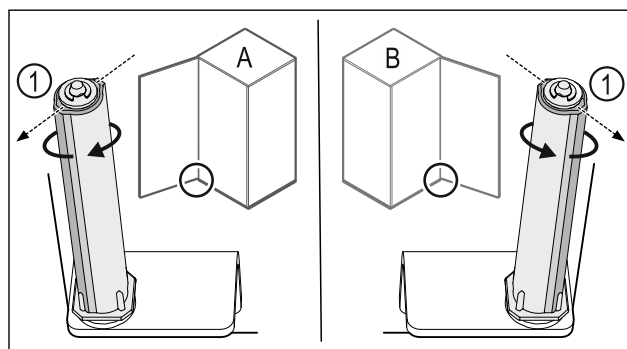

Fig. 46 Vasakpiiraja (A) / parempiiraja (B)
- Keerake sulgemissüsteemi vastu takistust, kuni sulgemissüsteemi vahetugi Fig. 46 (1) on suunatud väljapoole.